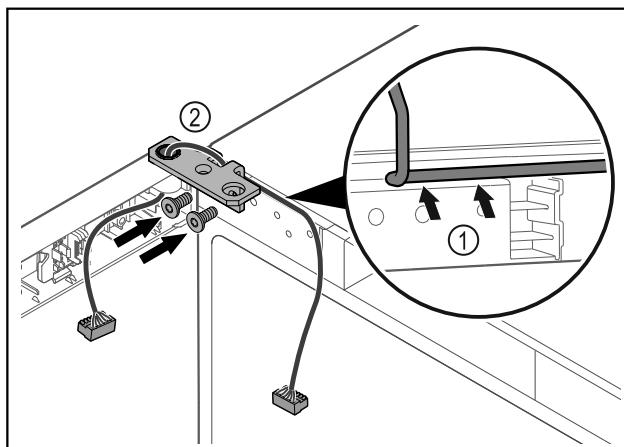

Fig. 46
- Kaloni kabllon përmes së prerës në profilin e menteshës dhe shtrijeni me kujdes Fig. 46 (1).
- Mbërtheni vidat e profilit të menteshës Fig. 46 (2).